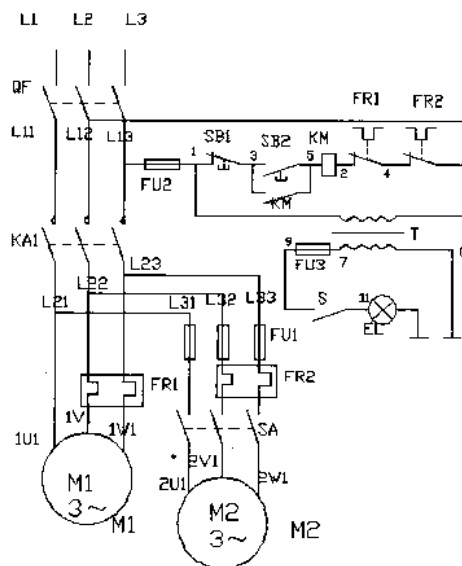

图 1-4 C620 车床电气原理图
看电气原理图的一般方法是先看主电路，再看辅助电路，并从辅助电路的回路上研究主电路的控制程序，如图 1-4 所示。
①看用电器。图 1-4 所示电路的用电器是主轴电动机 M1 和冷却液泵电动机 M2。
②看用电器是用什么电器元件控制的。图 1-4 所示电路中，“KM”表示接触器，由此可知，电动机是用接触器控制的。主轴电动机 M1 和冷却液泵电动机 M2 均接在接触器 KM 主触头的一侧上，表明这两台电动机均由接触器 KM 控制。冷却液泵开关
③看主电路中其他元器件的作用。图 1-4 所示电路中, 在两条主回路中还接有总电源开关 QF, 用来控制电源; 还有作短路保护的熔断器 FU1, 用作过载保护的热继电器 FR1、FR2。接在第二条主电路中的开关 SA, 需要冷却时闭合, 不需要时则断开。
④看电源。图 1-4 所示电路中, 主电路电源线可以从母线汇流排接起来, 也可以从配电柜接来。因为电动机 M1 和 M2 均为三相 380V 鼠笼异步电动机, 因此电源电压为三相 380V。
①看电源。通常, 辅助电源若从主电路的两根相线上接来, 其电压为单相 380V; 从主电路的一根相线和一根中线上接来, 其电压为单相 220V; 从控制变压器上接来, 常用电压有 127V、36V 等。当辅助电源为直流时, 其电压一般为 24V、12V、6V 等。图 1-4 所示电路中, 辅助电路电源从主电路的两根相线接出, 因此辅助电路的电源电压为单相 380V。辅助电路中电器元件线圈(如接触器和继电器线圈)的额定电压应为单相交流 380V。而照明灯电源是从控制变压器 T 接来, 电压为 36V。
②搞清辅助电路如何控制主电路。图 1-4 所示电路中, 辅助电路只有一条回路, 即接触器 KM 工作回路。闭合电源开关 QF, 主电路和辅助电路均有电压。当按下启动按钮 SB2 时, 辅助电路回路接通, 电流经电源 L13→熔断器 FU2→停止按钮 SB1→启动按钮 SB2→接触器 KM 线圈→热继电器动断触点 FR1→热继电器动断触点 FR2→电源 L12 构成回路, 接触器 KM 线圈得电; 接触器 KM 吸合, 将电动机 M1 接入电源, 开始运行; 在辅助电路中, 启动按钮 SB2 两端还并接了接触器 KM 的一个动合辅助触点, 接触器 KM 得电吸合后, 该动合辅助触点闭合, 这样当松开启动按钮 SB2 后, 电流可以从该动合辅助触点流过, 电路不会由于启动按钮 SB2 复位而断开, 对接触器起自保作用。停车时, 只要按下停止按钮 SB1, 辅助电路即被切断, 接触器 KM 失电释放, 打开
③研究电器元件之间的相互关系。
④研究其他电器设备和电器元件，如整流设备、照明灯等，要了解他们的线路走向和作用。图 1-4 所示电路中，EL 是照明灯，S 是照明灯开关，T 是 380V/36V 照明变压器，以供给 EL36V 安全电压。开关 S 闭合时，EL 亮。
(2) 电气安装接线图